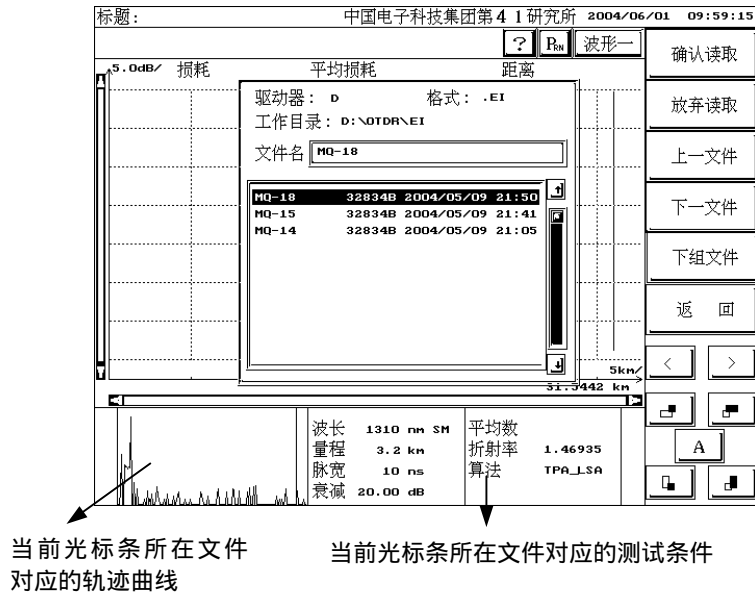

图 13 波形读取界面
- 点击子菜单中【波形读取】，进入波形文件读取界面。如图 13 所示。